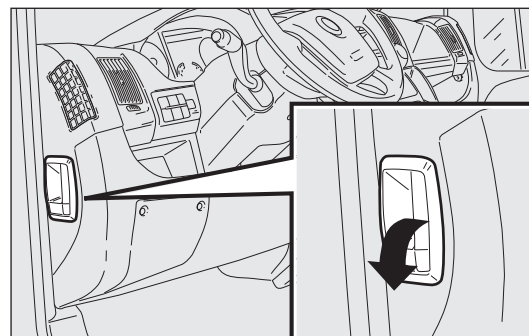

fig. 120
- ☐ tire la palanca fig. 120 hacia el sentido indicado por la flecha;